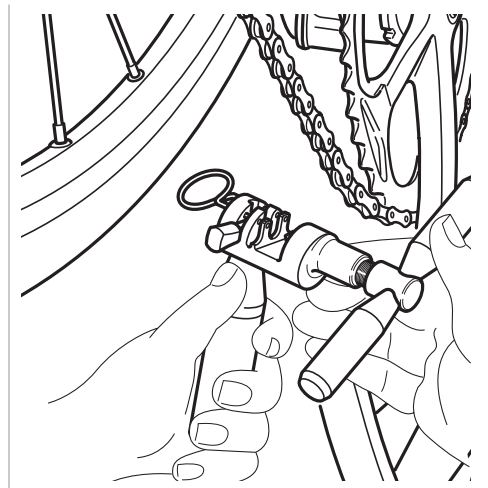

Fig.18
- Colocar la herramienta **UT-CN400 (12s) / UT-CN300 (11s / 12s)** como indica la Fig. 18 (por el lado externo de la cadena hacia el interno).